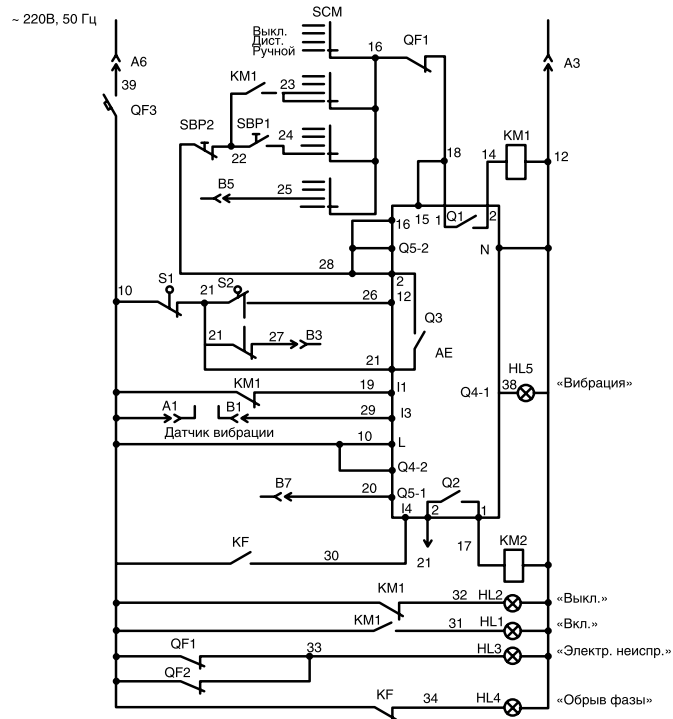

Рис. 1.3. Схема электрическая принципиальная
- 2) схемами электрическими принципиальными (рис. 1.3).